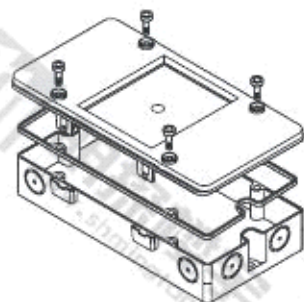

图 6
- 安装在控制器或开关柜外面：潮湿环境使用FDCH292保护盒(图6)。
3. 用两颗螺钉将保护盒固定在一个平整表面上 (图 6)。
1. 将模块放置在安装表面 (图 6)。